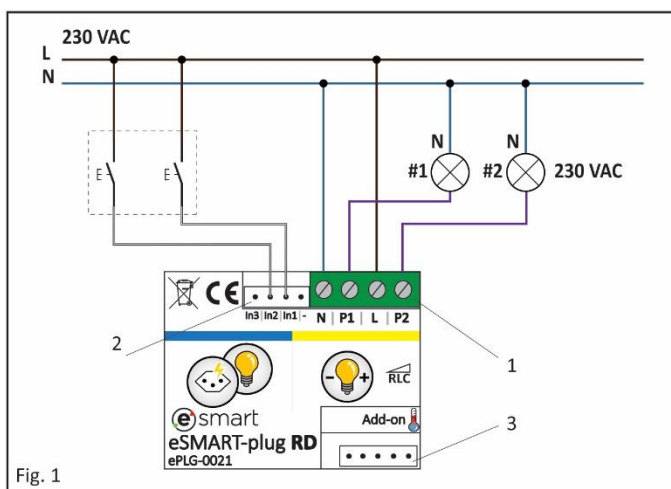

Fig. 1
L'eSMART-plug est composé de 4 bornes à visser (1, Fig.1), 1 connecteur d'entrée (2, Fig.1) et 1 connecteur d'extension (3, Fig.1). L'eSMART-plug se raccorde sur le réseau électrique 230 V AC/50 Hz.
- Raccordez l'alimentation 230 V AC (1, Fig.1) sur les bornes L et N. Respectivement, la Phase sur la borne L et le Neutre sur la borne N, comme indiqué sur le schéma.
- Raccordez les charges #1 et/ou #2 (1, Fig.1) sur les bornes P1 et P2. Respectivement, la charge #1 sur la borne P1 et/ou la charge #2 sur la borne P2, comme indiqué sur le schéma.
- Raccordez chaque entrée du eSMART-plug avec le connecteur à deux fils (2, Fig.1) sur un interrupteur/poussoir [voir "Données Techniques"]. Respectivement, le fil in1 active le canal 1 et le fil in2 active le canal 2 de l'eSMART-plug.
- Le cas échéant, connecter la sonde de température (3, Fig.1) sur le connecteur prévu à cet effet.
Das eSMART-plug hat 4 Schraubklemmen (1, Abb. 1), 1 Eingangsanschluss (2, Abb. 1) und 1 Erweiterungsanschluss (3, Abb. 1). Das eSMART-plug wird an das Stromnetz 230 V AC/50 Hz angeschlossen.
- Schließen Sie die Stromversorgung 230 V AC (1, Abb. 1) an die P- und N-Klemmen an, nämlich Phase an Klemme P und Neutral an Klemme N, wie in der Abbildung dargestellt.
- Schließen Sie die Lasten # 1 und / oder # 2 (1, Abb. 1) an die Klemmen P1 und P2 an. D.h., Last # 1 an Klemme P1 und / oder Last # 2 an Klemme P2, wie in der Abbildung dargestellt.
- Schließen Sie jeden Eingang des eSMART-plug über einen Schalter/Taster an den zweipoligen Anschluss an (2, Abb. 1) [siehe "Technische Daten"]. D.h., die Litze in in1 aktiviert Kanal 1 und die in in2 Kanal 2 des eSMART-plug.
- Schließen Sie gegebenenfalls den Temperatursensor (3, Abb. 1) an den hierfür vorgesehenen Anschluss an.
The eSMART-plug has 4 screw terminals (1, Fig. 1), 1 input connector (2, Fig.1), and 1 expansion connector (3, Fig.1). The eSMART-plug is to be connected to the 230 V AC/50 Hz mains.
- Connect the power supply 230 V AC (1, Fig. 1) to the P and N terminals, namely Phase to terminal P and Neutral to terminal N, as shown in the illustration.
- Connect loads # 1 and / or # 2 (1, Fig. 1) to the P1 and P2 terminals. I.e., load # 1 to terminal P1 and / or load # 2 to terminal P2, as shown in the diagram.
- Connect each input port of the eSMART-plug with the two-wire connector (2, Fig. 1) via a switch/push button [see "Technical Data"]. I.e., the wire in 1 activates channel 1, and the wire in2 activates channel 2 of the eSMART-plug.
- If appropriate, connect the temperature sensor (3, Fig. 1) to the connector provided for that purpose.